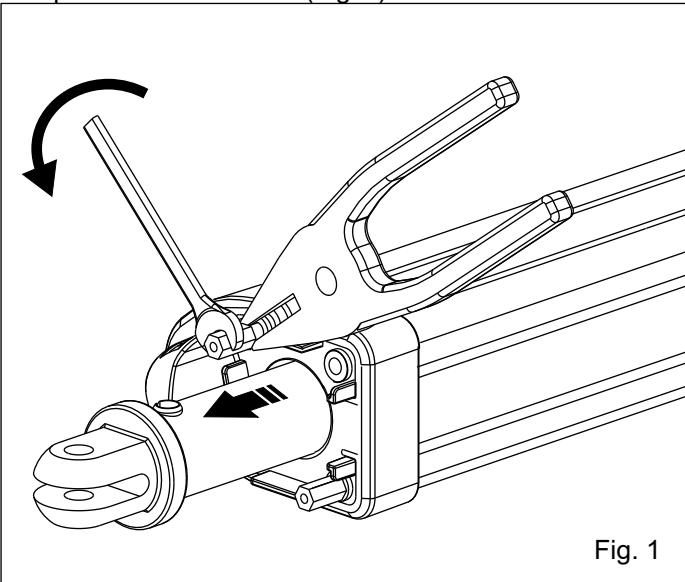

Fig. 1
- Destornillar los 2 dados hexagonales que se encuentran sobre el operador ALPHA de 3/5 mm o de lo mínimo indispensable para insertar una pinza de punta para bloquerar el tirante interior, a ese punto destornillar completamente los dados (Fig. 1).